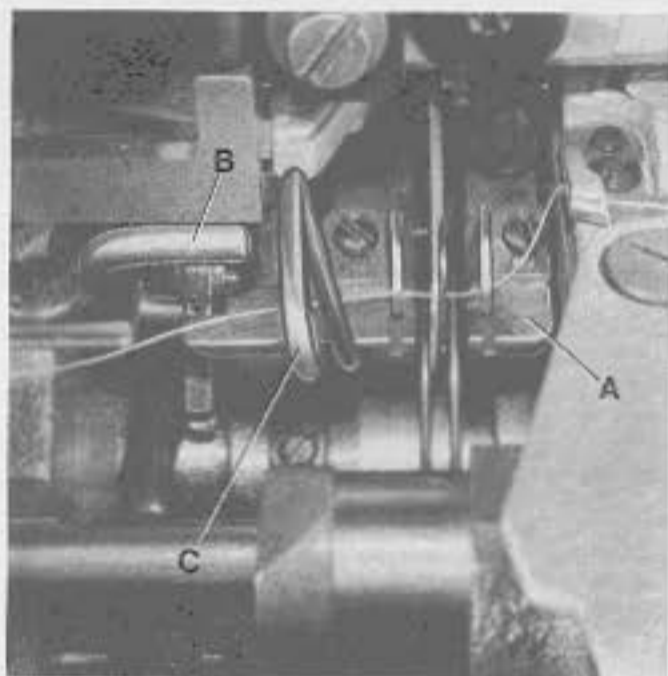
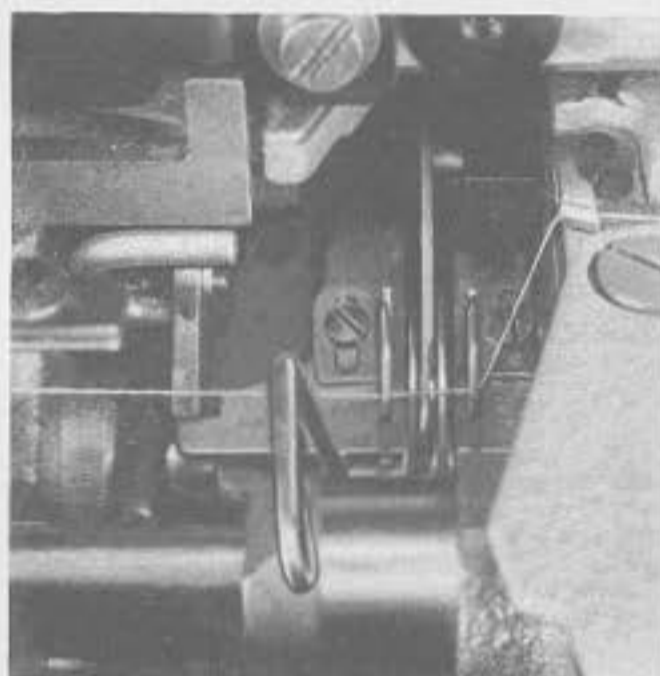

Fig.7
Fig.8
For easier threading of the looper thread, the cast-off plate (A, Fig. 7) will flip-up when pressing lever (B). After threading push the cast-off (A, Fig. 7) at lever (C) back to its home position (see Fig. 8).
For cleaning, the cast-off plate (A, Fig. 7) can be removed completely. Rotate pulley until the flat side of take-up points up. Flip-up cast-off plate by pressing lever (B) and turn out thumb screw (R, Fig. 9). Make sure that the cast-off plate is positioned above the flip-up spring when re-assembling.
Zum besseren Einfädeln des Greiferfadens kann die Faden-abzugsplatte (A, Fig. 7) durch Drücken des Hebels (B) nach oben ausgeschwenkt werden. Nach dem Einfädeln wird die Fadenabzugsplatte (A, Fig. 7) am Hebel (C) wieder in ihre Ausgangsstellung zurückgedrückt (siehe Fig. 8).
Zum Reinigen kann die Fadenabzugsplatte (A, Fig. 7) ganz herausgenommen werden. Drehen Sie am Handrad bis die flache Seite des Fadenaufnehmers oben ist. Schwenken Sie durch Drücken des Hebels (B) die Platte nach oben und drehen Sie die Rändelschraube (R, Fig. 9) heraus. Setzen Sie die Faden-abzugsplatte wieder so ein daß sie oberhalb der zum Hoch-drücken dienenden Feder liegt.